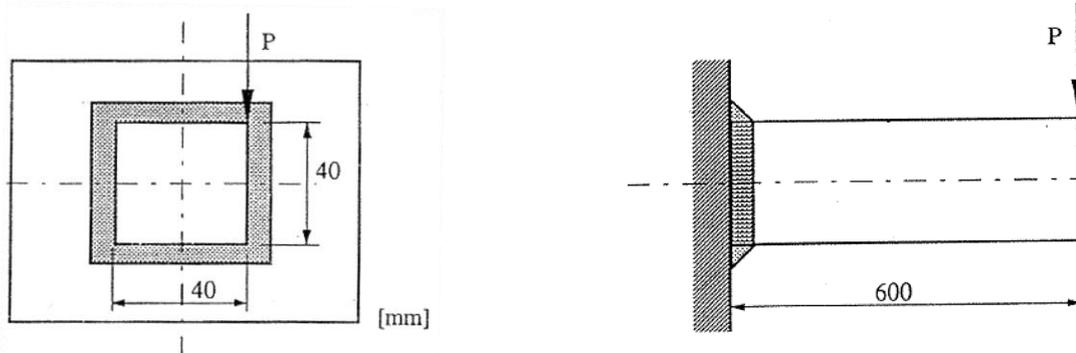

Figura 1.6
**1.2.5** A Figura 1.6 representa uma barra quadrada soldada a uma placa vertical. O material é um aço de construção com  $\sigma_c=320$  MPa. O cordão contínuo tem uma espessura de 6 mm. Determine segundo o Eurocódigo 3 o valor máximo da carga estática P que pode ser aplicada.